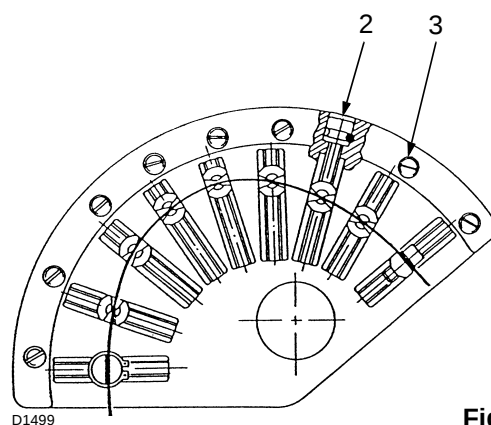

Fig. 25
- 6 Procedere alla taratura della portata d'aria mediante la regolazione della camma a profilo variabile agendo sulle viti 2)(Fig. 25).